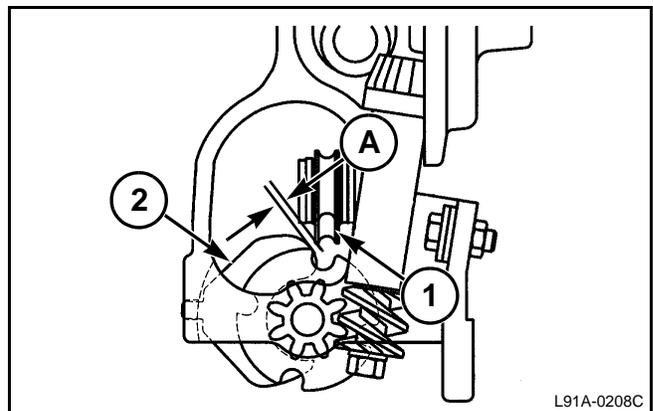

FIG. 71
FIG. 71: Asegúrese de que la aguja esté en la carrera de regreso y que el rodillo inferior (1) de la aguja esté al nivel del limpiador del disco (2). La aguja **DEBE** estar en la carrera de regreso y el cordel debe tener holgura. El espacio (A) debe ser de 1.5 mm (1/16 pulg) entre el rodillo inferior y el limpiador del disco.